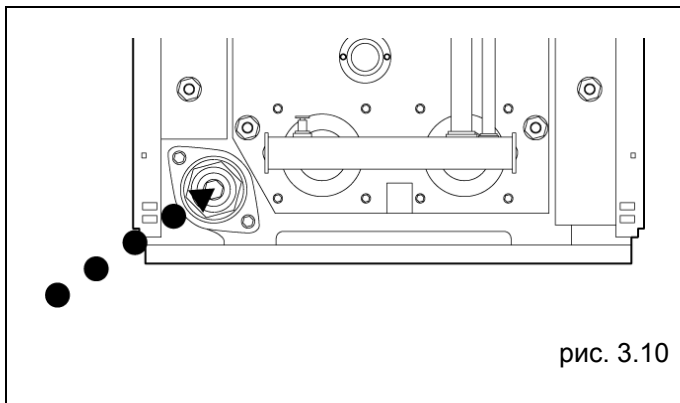

рис. 3.10
- Перед выполнением этой процедуры убедитесь в том, что кран для слива воды из котла закрыт. (рис. 3.10)